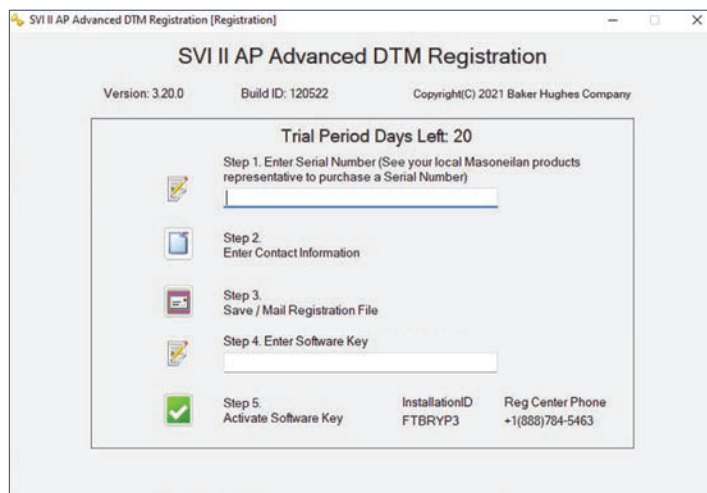
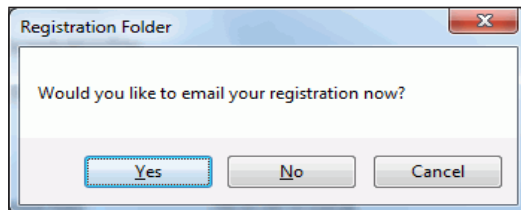

Рисунок 6 Регистрация DTM
Рисунок 8 - Регистрация по электронной почте
2. Используйте диалоговое окно регистрации (Рисунок 6):
3. Введите всю необходимую информацию, отмеченную *, нажмите,  затем появится Рисунок 6, нажмите  и появится Рисунок 8, если обнаружен доступ к электронной почте. Если у вас нет доступа к электронной почте или вы хотите отправить из другого места, нажмите **“Нет”** и см. “Регистрация продукта с другого ноутбука” в разделе 2.3.1 “Регистрация продукта”.
1. Введите полученный по электронной почте или полученный от торгового партнера ключ программного обеспечения (рис. 6 в разделе 2.3 “Процесс регистрации”).